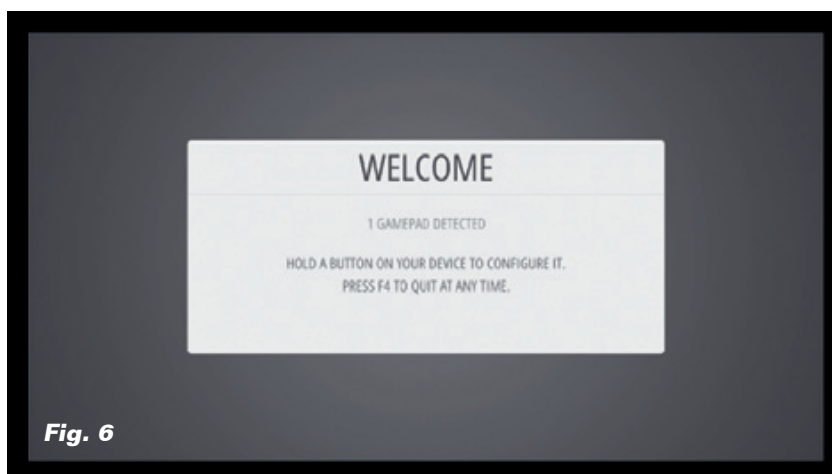

Fig. 6
- creare l'immagine, inserire l'SD-Card nella Raspberry Pi e connettere tastiera e cavo LAN (dopo l'avvio apparirà la schermata in **Fig. 6** e per il momento non sarà possibile gestire nessun joystick Arcade, ma solo la tastiera);